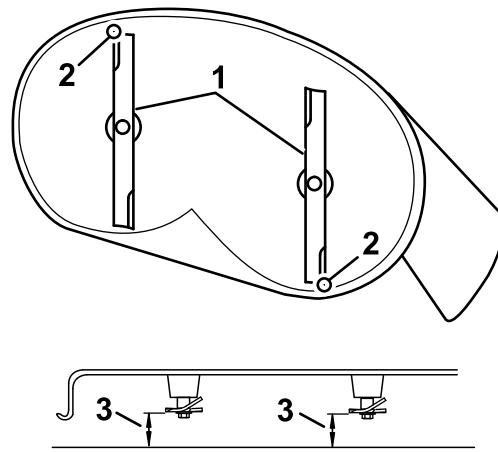

Figura 64
4. Girate con cautela le lame in modo che siano disposte longitudinalmente (Figura 64).
5. Misurate il valore dalla punta della lama anteriore e dalla punta della lama posteriore alla superficie piana (Figura 64).